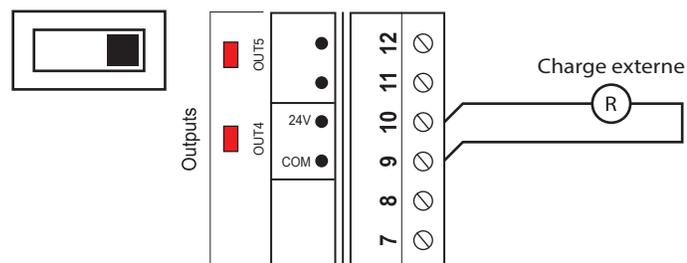

Figure 10 - Raccordement des sorties actives 3 et 4
1) Sortie active (SOURCE). Le C1000 alimente activement la charge. (voir Figure 10)